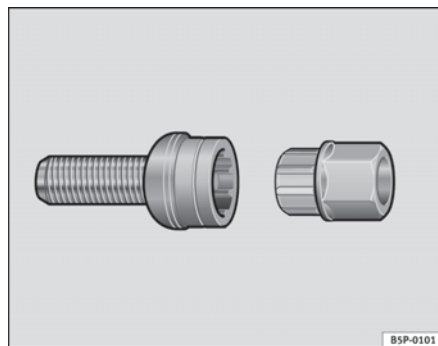

Fig. 140 Viti antifurto
- Innestare l'adattatore nella vite antifurto, spingendolo fino in fondo ⇒ **fig. 140**.